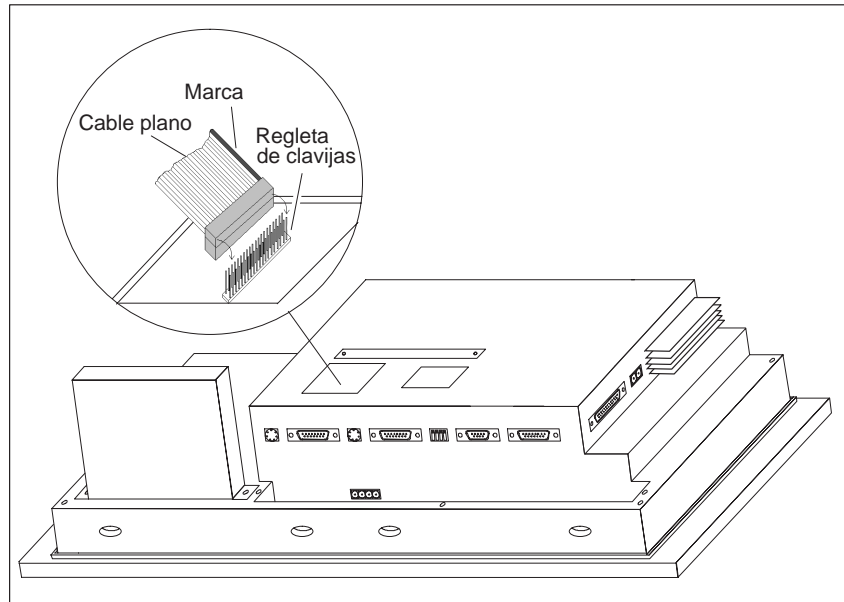

Figura 18-9 Enchufar el conector del Control Panel Interface (ejemplo OP37)
3. Enchufe el conector del cable plano del CPI en la regleta de clavijas del OP de modo que el lado marcado de color del cable plano señale hacia el centro del equipo (véase figura 18-9).